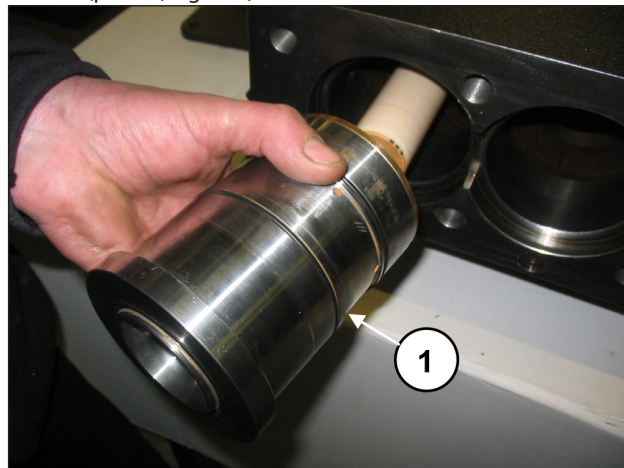

Fig. 159
Inserire il blocco camicia-supporto guarnizione (completo dei due appositi O-ring) precedentemente assemblato fino a battuta (pos. ①, Fig. 159).